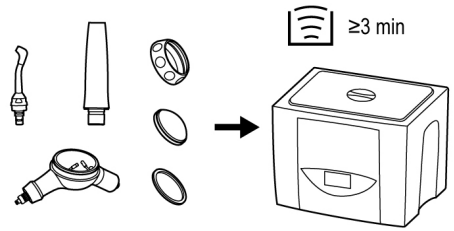

Fig. 33
3. Effectuez le nettoyage par ultrasons avec de l'eau chaude pour la pièce à main, le compartiment à poudre et l'embout (Fig. 33).